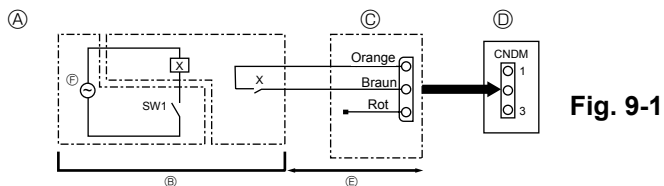

Fig. 9-1
- ⑦ Cuadro de control de la unidad exterior
⑧ Máx. 10 m
⑨ Fuente de alimentación del relé
9.1. Modo de reducción del ruido (modificación in situ) (Fig. 9-1)